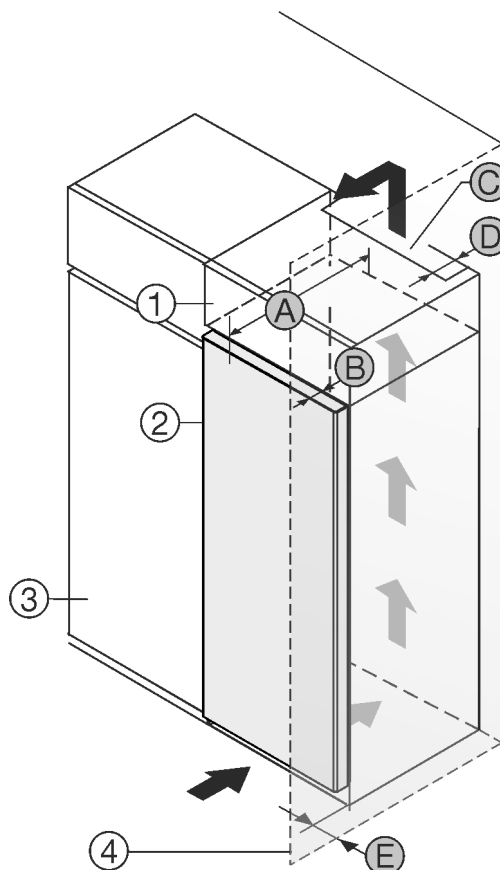

Fig. 1
- (1) Nastavná skříňka *
- (2) Přístroj *
- (3) Kuchyňská skříň *
- (4) Stěna *
- (A) Hloubka přístroje *
- (B) Hloubka dvířek *
- (C) Větrací průřez *
- (D) Vzdálenost zadní strany přístroje *
- (E) Vzdálenost k zadní straně přístroje *
Můžete přístroj nainstalovat přímo vedle kuchyňské skříňky Fig. 1 (3)*.
Na zadní straně nastavné skříňky musí být větrací šachta hluboká Fig. 1 (D) přes celou šířku nastavné skříňky.*
Pod stropem místnosti musí být dodržen větrací průřez Fig. 1 (C)*.
Když přístroj instalujete závěsy vedle stěny Fig. 1 (4), musí být vzdálenost mezi přístrojem a stěnou minimálně 13 mm.*
Když přístroj instalujete závěsy vedle stěny Fig. 1 (4), musí být vzdálenost mezi přístrojem a stěnou minimálně 20 mm.*
Aby bylo možné dvířka plně otevřít, musí přístroj přesahovat o hloubku dvířek Fig. 1 (B) vůči přední linii kuchyňské skříňky. V závislosti na hloubce kuchyňských skříňek Fig. 1 (3) a použití vymezovačů odstupů od stěny může přístroj vyčnívat dále.*